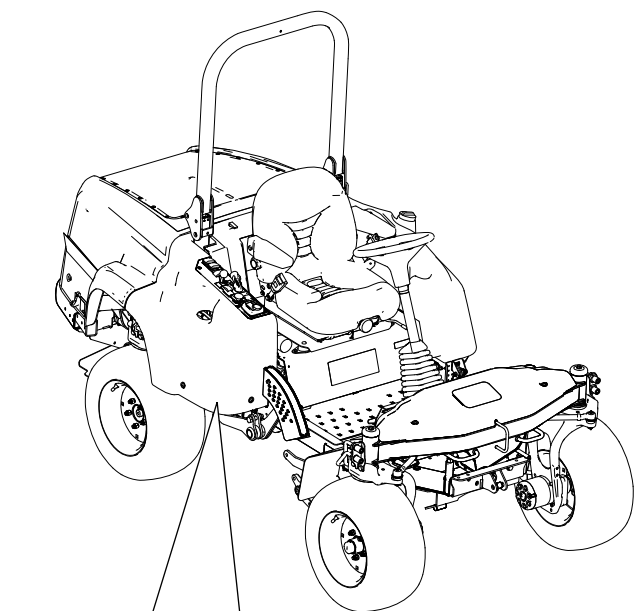

Figure 7
2. Fixez le support au côté droit du cadre avec l'écrou et le boulon retirés à l'opération précédente (Figure 7).